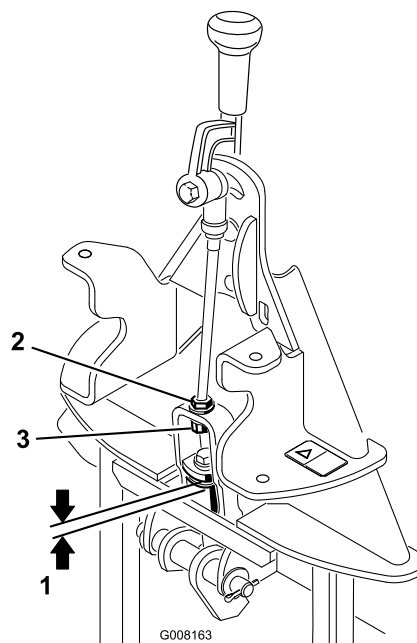

Figure 5
2. Mesurez l'espace entre la rondelle supérieure et l'entretoise dans l'ensemble biellette sur l'adaptateur d'accessoire, comme illustré à la Figure 5.